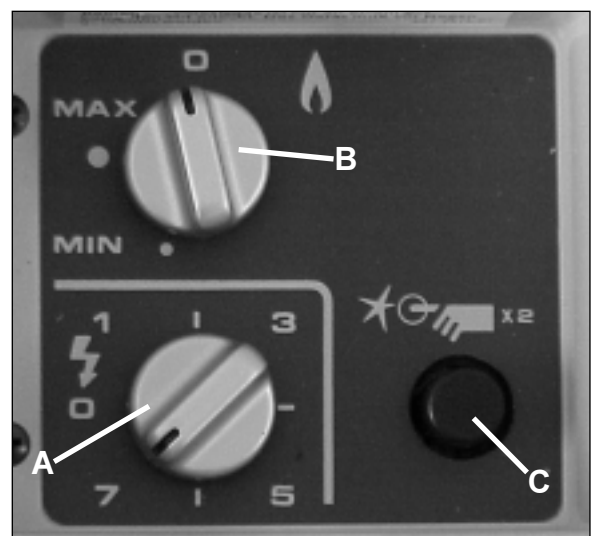

Abbildung 4
Das Sicherheitsventil (B) ist nach unten zu drücken (Abbildung 4), auf das Symbol mit der großen Flamme einzustellen und ungefähr 10 Sekunden lang gedrückt zu halten. Dann muß mehrmals hintereinander der Piezzozünder (C) gedrückt werden. Falls die Flamme nicht brennt, ist der Vorgang zu wiederholen. (Die beim Anschluß noch in der Gasleitung des Gerätes befindliche Luft muß entweichen. Nur dann kann das Gas gezündet werden.)